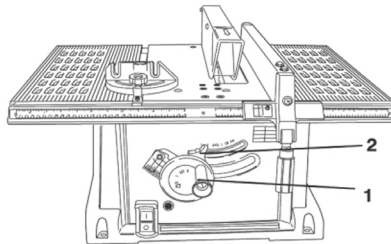

Fig. 18 – Regulaje del altura de la lámina
- 8 - Reinstale la tapa de la mesa (1) .
Para levantar o bajar la lámina de sierra, gire el volante de regulaje (1) hasta la altura deseada (fig. 18).
Para inclinar la lámina de sierra, primero suelte la manopla traba (2) y en seguida empuje la manopla (1) hasta que el engranaje de la misma, encaje en el canal de la base de la máquina. En seguida, gire la manopla verificando el ángulo deseado. Cuando llegar al ángulo deseado, apriete nuevamente la manopla traba (2), fig. 18.